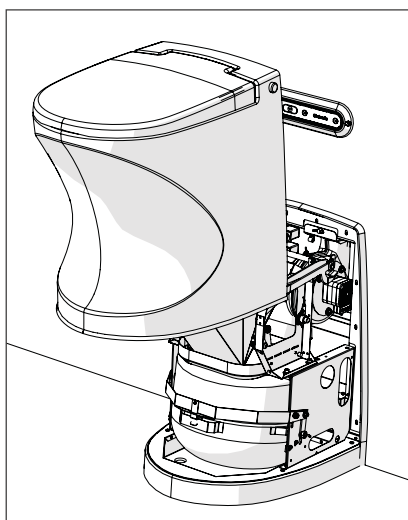

Fig. 9
3. Soulever entièrement la coque du mécanisme de levage (fig. 9).